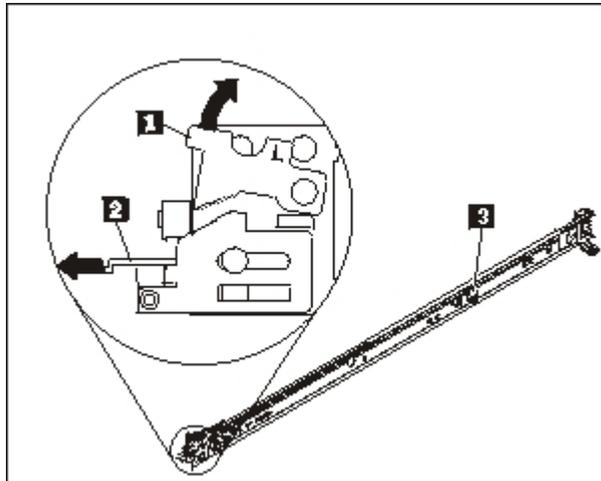

Figure 6. Vue des glissières
1. Ouvrez les loquets avant de la glissière en procédant comme indiqué dans la figure 6, à la page 18.